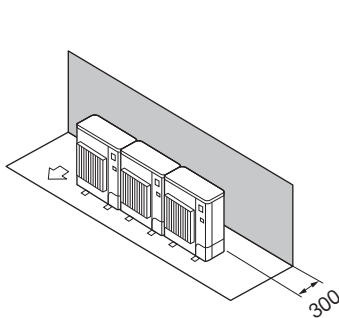

Fig. 2-12
- ① มีสิ่งกีดขวางที่ด้านหลังเท่านั้น (Fig. 2-12)